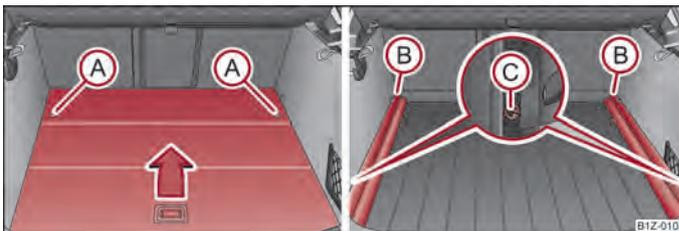

Fig. 62 Compartimento de carga: desmontar o piso de carga variável / desmontar as calhas de suporte
- Desbloqueie o piso de carga variável rodando os olhais de fixação (A) ⇒ Fig. 62 aprox. 90° para a esquerda.
- Desbloqueie as calhas de suporte (B) rodando os olhais de fixação de encaixe (C) aprox. 90° para a direita.